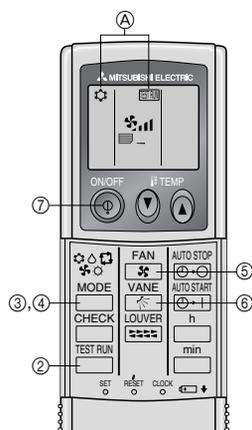

Fig. 7-2
7.2.2. Med trådlös fjärrkontroll (Fig. 7-2)
- ① Slå på strömmen till enheten minst 12 timmar före testkörningen.
- ② Tryck på -knappen två gånger i följd.